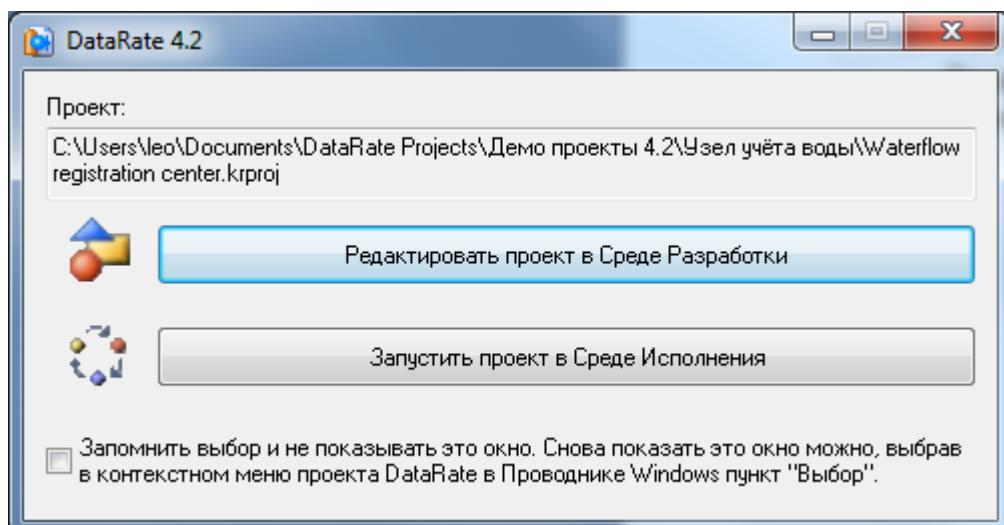

Рисунок 2.2 – Запуск HMI-приложения
- 2 Запустить систему Узел учета воды и в появившемся окне (рисунок 2.2) выбрать Редактировать проект в Среде Разработки или Запустить проект в Среде Исполнения.